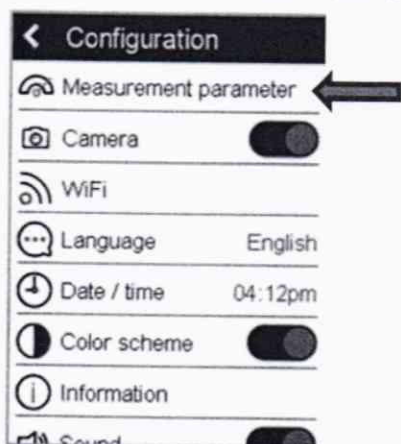
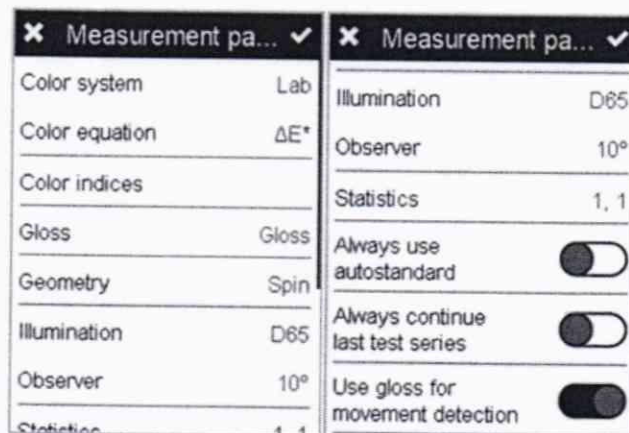
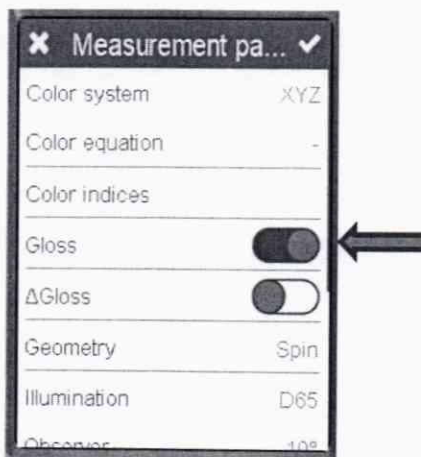

Рисунок 6 – Меню «Configuration»
Рисунок 7 – Окно «Measurement Parameter»
Рисунок 12 – Окно «Measurement Parameter»
10.1.3.1 В главном меню (см. рисунок 2) нажать значок , откроется меню «Configuration» (см. рисунок 6), далее выбрать строку «Measurement Parameter», появится окно «Measurement Parameter» (см. рисунок 7).
10.2.3 В главном меню (см. рисунок 2) нажать значок , откроется меню «Configuration» (см. рисунок 6), далее выбрать строку «Measurement Parameter». В открывшемся меню выбрать параметр «Gloss» (рисунок 12), подтвердить выбор, нажав на галочку в правом верхнем углу.